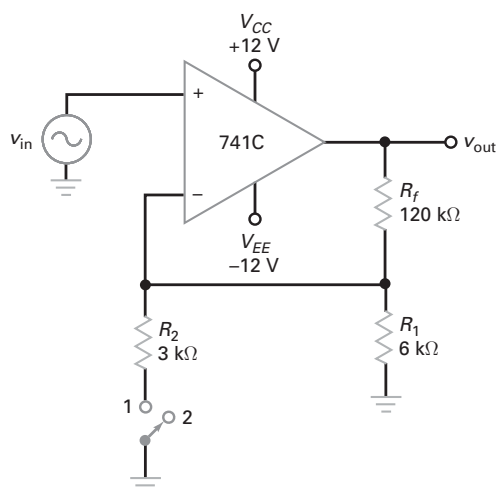

Figura 16-37
- 16-22** Qual o ganho de tensão em malha fechada e a largura de banda para cada posição da chave na Figura 16-37?
- 16-23** Na montagem do circuito da Figura 16-37, um técnico deixa desconnectado o GND do terminal do resistor de 6 k Ω . Qual o ganho de tensão em malha fechada para cada posição da chave?
- 16-24** Se o resistor de 120 k Ω abrir na Figura 16-37, qual a tensão de saída mais provável?